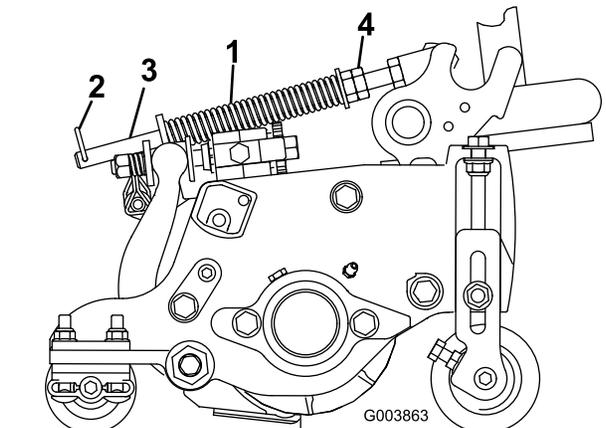

図 15
ターフ補正スプリングは、カッティングユニットの前から後ろへの「体重移動」を行う働きがあります 図 15。これにより、マーセリングやボビングと呼ばれる「波打ったような」仕上がりを防いでいます。
1. スプリングロッドの後穴にヘアピンコッターを忘れずに取り付けてください 図 15。
2. スプリングロッド前部の六角ナットを締めて、スプリング圧縮状態の長さが以下の通りになるようにする5" カッティングユニットでは 12.7 cm 7" カッティングユニットでは 15.9 cm 図 15。